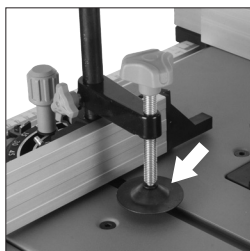

Fig. 34
N.B.: Bij het zagen van dunne bladen of soortgelijk materiaal is het gebruik van het anti-veerhulpmiddel nuttig. **(Fig 34)**